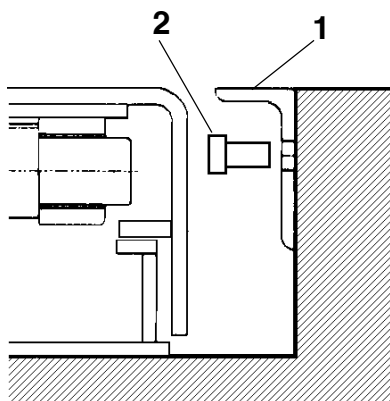

Fig. 18
N.B. Dopo avere fissato il ponte, forare con punta Ø9 per fissare l'angolare 1 (Fig. 18) mediante gli appositi tasselli 2 (solo per RAV516 NLI - RAV518 NLI).
piece 1 (Fig. 18) using the relative plugs 2 (only for RAV516 NLI - RAV518 NLI models)..
Winkelstück 1 (Abb. 18) mit den passenden Dübeln 2 befestigen (nur für RAV516 NLI - RAV518 NLI)..
Die Taste "Senken" betätigen. Die Hebebühne fährt herunter und hält auf ca. 10-15 cm über dem Boden an (den Mikroschalter avec une pointe de diamètre 9 pour fixer la cornière 1 (Fig. 18) en utilisant les chevilles appropriées 2 (seulement pour RAV516 NLI - RAV518 NLI)..
NOTA: Una vez fijado el puente, agujerear con un taladro de diámetro 9 para sujetar el angular 1 (Fig. 18) con los tacos apropiados 2 (solo RAV516 NLI - RAV518 NLI).